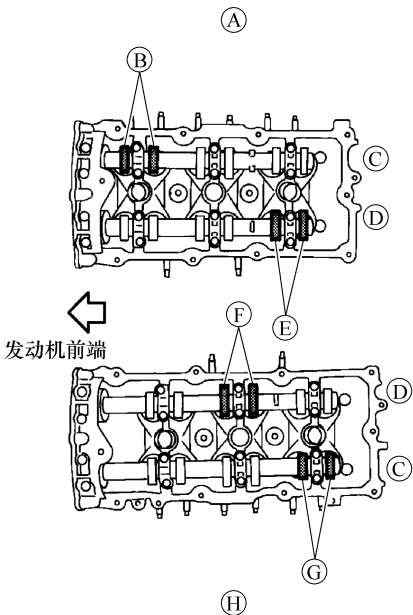

图 3-24 测量气门间隙位置
④ 顺时针旋转曲轴 240° (从发动机前端看) 对准处于压缩行程上止点的 5 号缸。
a. 参照图 3-24 和表 3-3 中所示 “×” 标记处测量气门间隙。